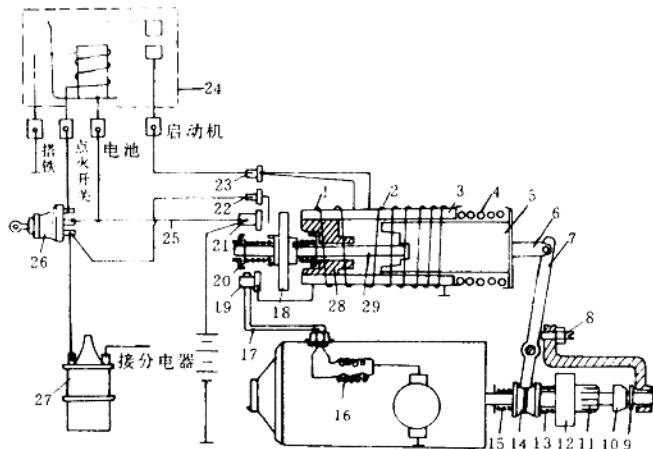

图 1-1 启动系的组成
启动系由启动开关、启动继电器、起动机（普通起动机和减速起动机）、蓄电池等组成，见图 1-1。
②打开点火开关启动发动机，听启动继电器，如果有响声，但起动机不转动，可用起子连接继电器的电池接柱 B1 和起动机接柱 B2，起动机运转正常，说明触点烧蚀，见图 1-1，如果起动机仍不转动，也可从联动继电器的电池接柱（21）引出一根线到联动继电器的控制接柱 23，此时起动机若能正常运转，说明故障在启动控制线路。